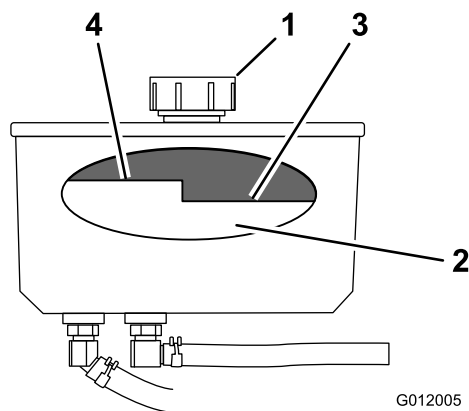

Figura 71
3. Limpe a zona em redor da tampa e do tubo de enchimento do depósito hidráulico (Figura 71).
4. Retire a tampa do tubo de enchimento (Figura 71).
Nota: O nível do fluido deve ficar abaixo do nível quente do abafador, quando o fluido está quente (Figura 71).